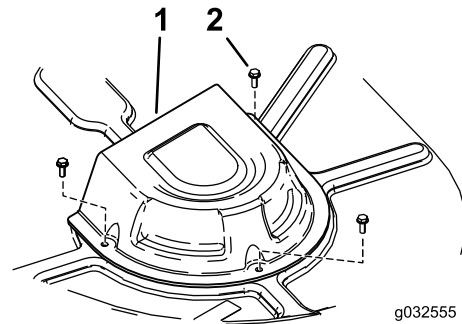

Figura 63
4. Retire las cubiertas de la polea (Figura 63).
8. Instale las cubiertas de la polea (Figura 63).